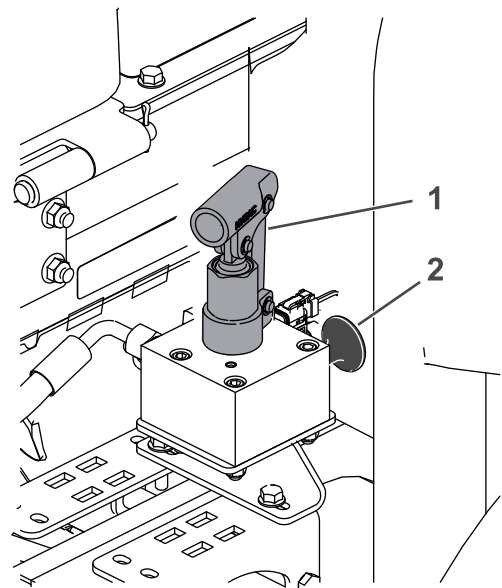

Figure 68
4. Localisez le collecteur de desserrage du frein près de la roue avant droite et derrière le réservoir de liquide hydraulique (Figure 68).